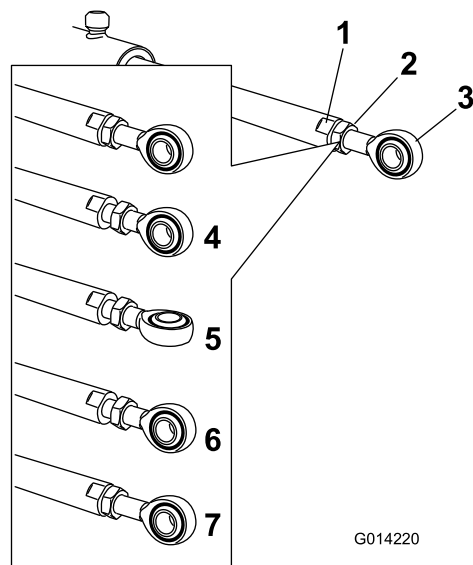

Figura 94
5. Utilizai o cheie pe pările plate ale tijei dispozitivului de acionare pentru a o imobiliza, apoi slăbiți contrapiuliă pentru a permite reglarea tijei cu ureche (Figura 94).
6. Rotii tijă cu ureche în tijă dispozitivului de acionare pentru a scurta sau a prelungi dispozitivul de acionare extins în poziia dorită (Figura 94).